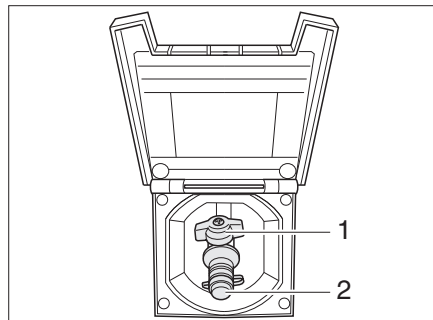

Bild 79 Externer Gasanschluss, Gasabsperrentil geschlossen
Der externe Gasanschluss (Bild 79) befindet sich je nach Modell am Heck oder auf der linken bzw. rechten Fahrzeugseite.
- Externes Gasgerät an der Anschluss-Stelle (Bild 79,2) anschließen.
- Das Gasabsperrentil (Bild 79,1) öffnen.